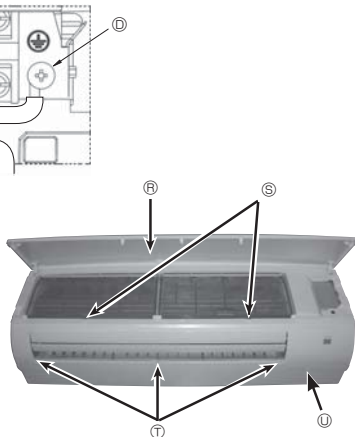

Fig. 6-2
- Appuyer sur les boutons et les déverrouiller de chaque côté de la grille avant et soulever celle-ci jusqu'à ce qu'elle soit de niveau. Avancer les charnières pour déposer la grille avant. (Fig. 6-2)
- Retirer les 3 capuchons de vis du panneau. Retirer 5 vis. (Fig. 6-2)
- Retirer la vis du cache. (Fig. 6-2)